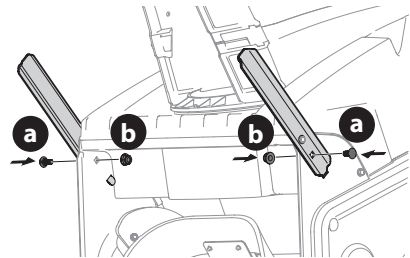

Figure 16
- Retirez les boulons de carrosserie (a) et les écrous autobloquants à bride (b) des barres de coupe (Figure 16).